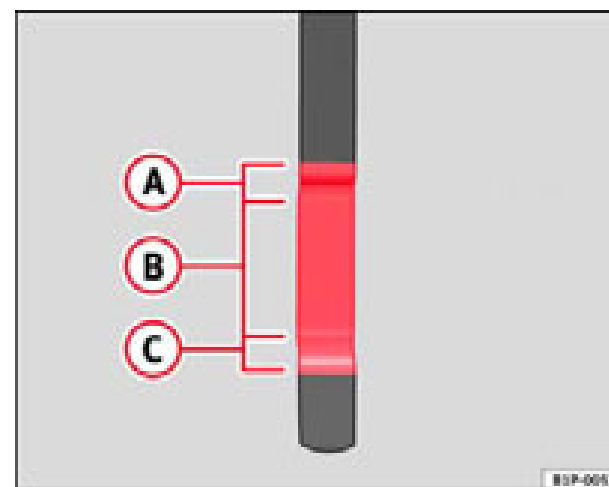

Fig. 137 Varilla de medición del nivel de aceite.
- Vuelva a extraer la varilla de medición y compruebe el nivel de aceite que indica el extremo inferior de la varilla de medición ⇒ **página 209, fig. 137.**
Si el nivel se encuentra en la zona ⇒ **página 209, fig. 137 (A)**, no se debe añadir aceite.